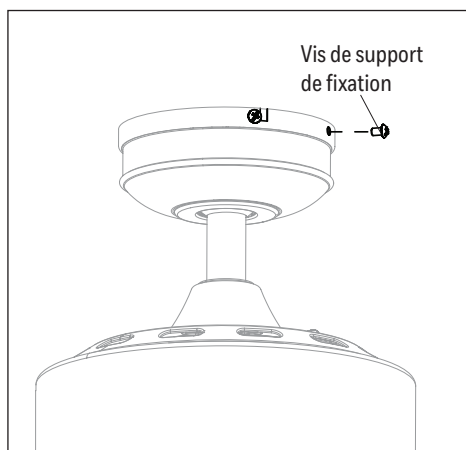

Figure 5.3
3. Installez les 2 vis du support de fixation retirées précédemment dans les trous ronds. Serrez fermement toutes les vis du support de fixation (Figure 5.3).